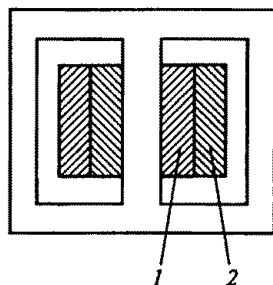

Рис. 172
6.5. Какая из обмоток трансформатора на рис. 172 является обмоткой низкого напряжения?